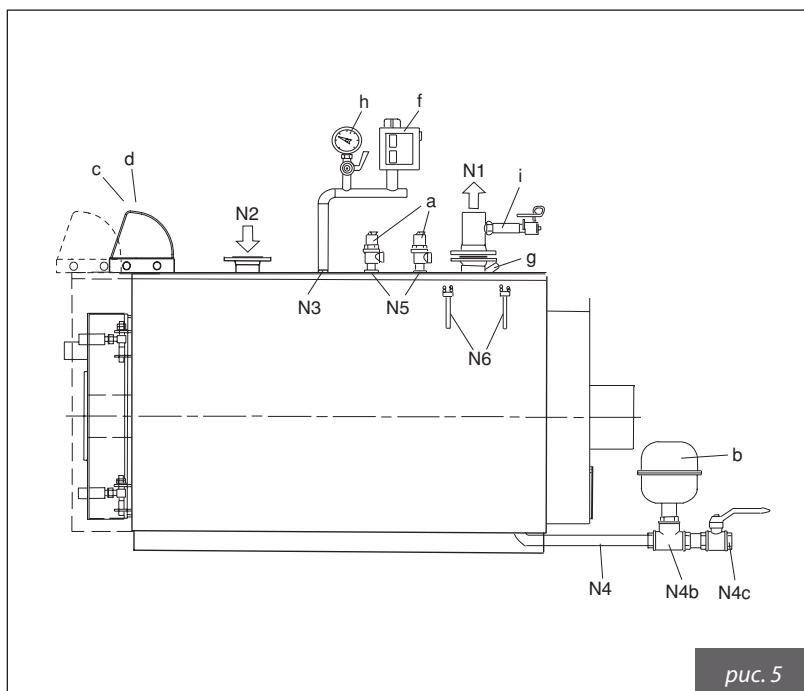

рис. 5
3.2.3.2. Водяная отопительная система с закрытым расширительным баком Мощность в топочной камере > 300.000 ккал/час, давление 6 бар (рис. 5)